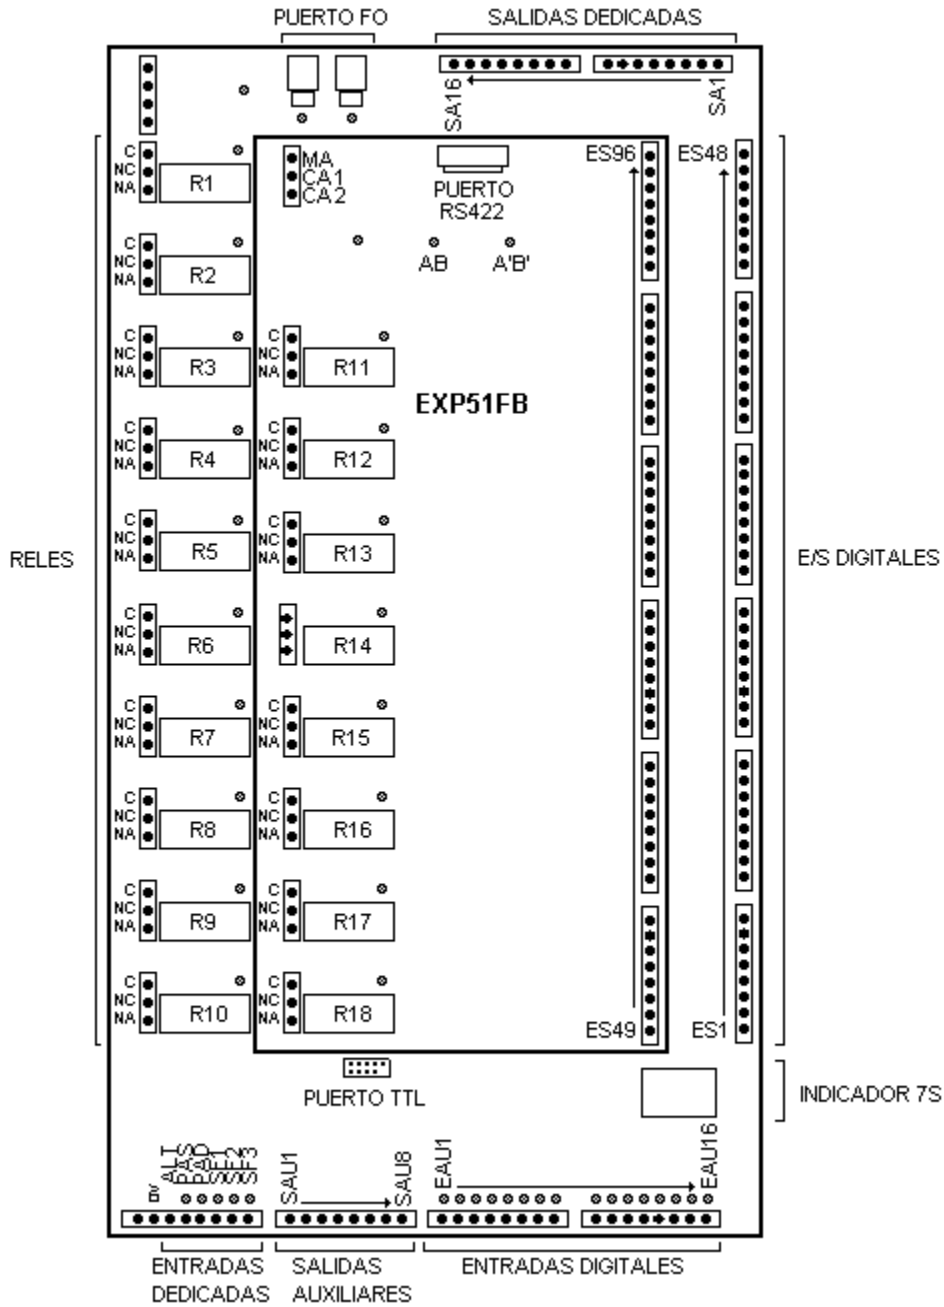
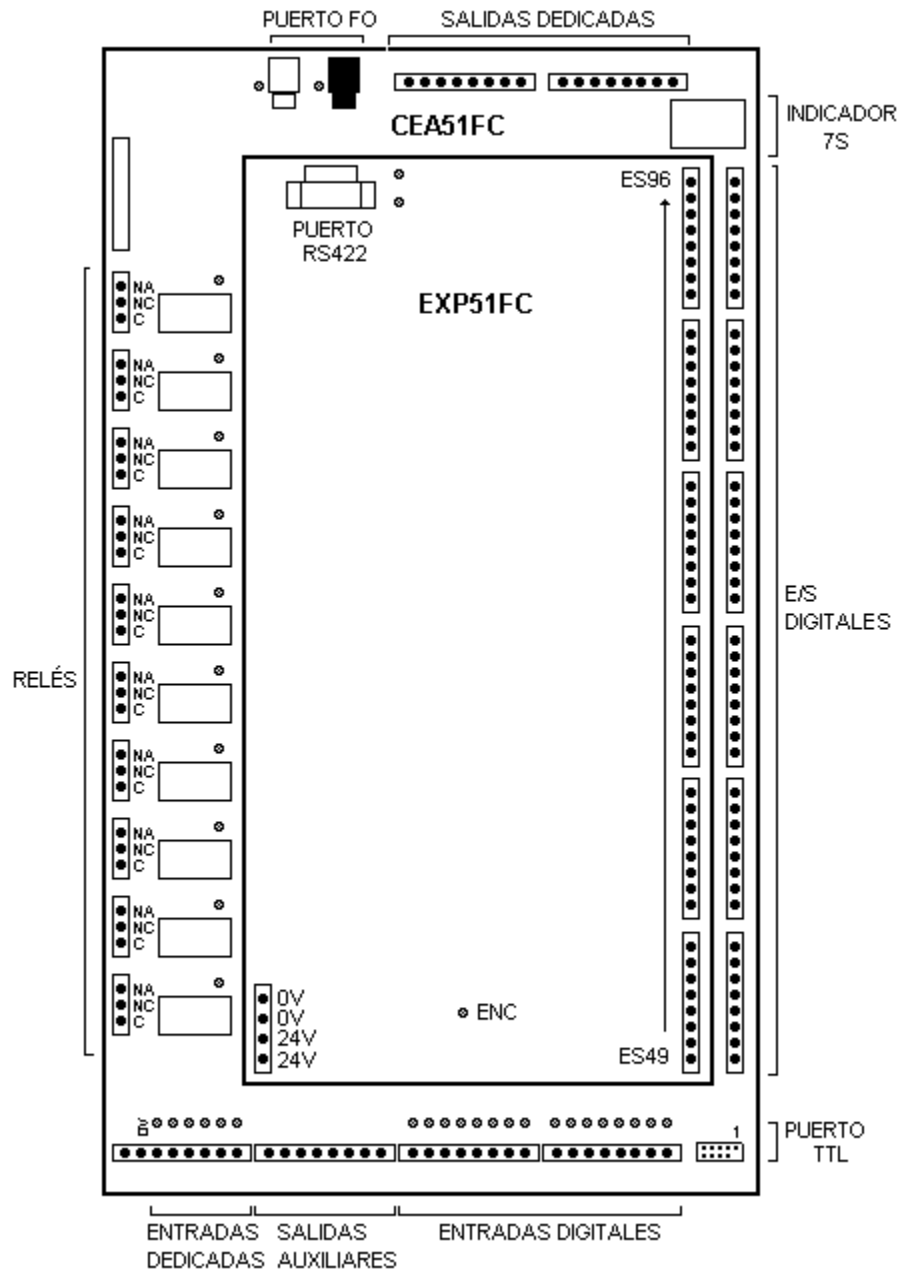

Figura 59
Figura 60
1. Si la placa es una EXP51FB, conectar a un controlador CEA51B (Figura 59). Si la placa es una EXP51FC, conectar a un controlador CEA51FC, CEA51FC+ o CEA51FD (Figura 60)
9. Tomando como referencia la Figura 59 y la Figura 60, se debe verificar que la EXP51 activa las salidas según la Tabla 17 (las condiciones EAU9 .. EAU16 sólo aplican a la EXP51FB)